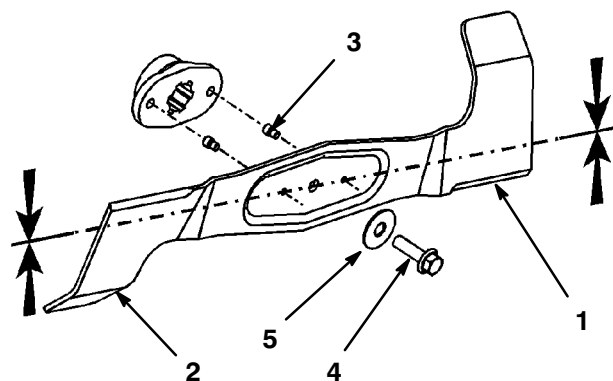

Abbildung 37
2. Die Schneidkanten untersuchen (Abb. 37). Wenn die Kanten nicht scharf sind oder Kerben haben, die Schnittmesser ausbauen und schärfen. Siehe "Schärfen der Schnittmesser", Seite 40.
3. Die Schnittmesser untersuchen, insbesondere die gebogenen Kanten (Abb. 37). Wenn Verschleiß oder Schäden in diesem Bereich bemerkt werden, muss sofort ein neues Schnittmesser installiert werden.
4. Wenn die Scherbolzen gebrochen sind, müssen sie sofort ausgetauscht werden (Abb. 37).
3. Schraube, Unterlegscheibe und Schnittmesser entfernen (Abb. 37). Zwischen Schnittmesser und Mähwerk kann ein Holzklötzchen gekeilt werden, um das Schnittmesser beim Entfernen der Schraube zu blockieren.
1. Schnittmesser, Unterlegscheibe und Schnittmesserschraube anbringen (Abb. 37).